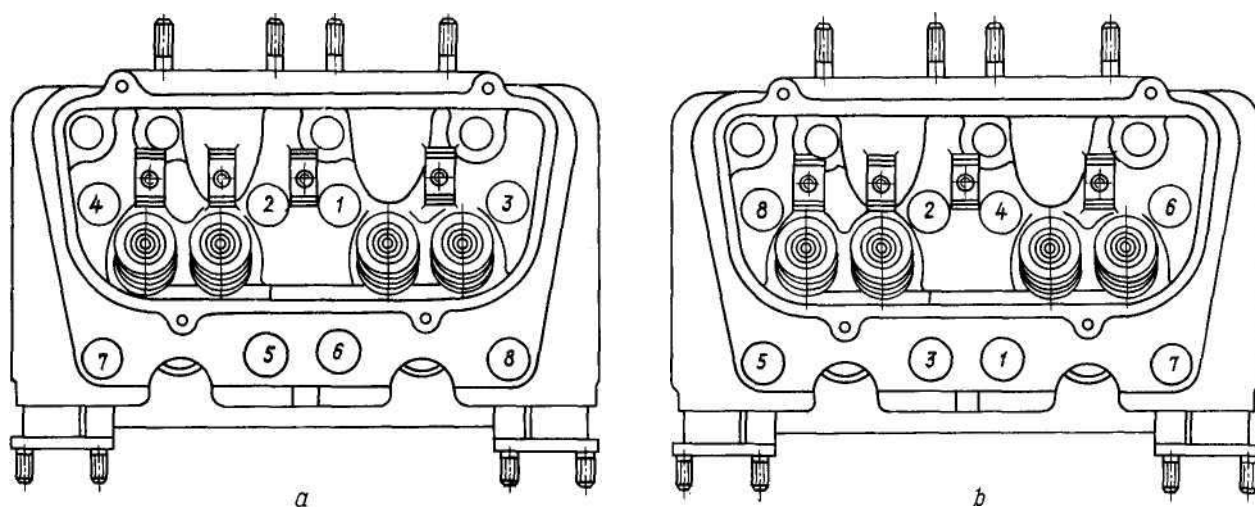

Рис. 55. Порядок затяжки гаек головок цилиндров: **a** — предварительная затяжка (1,6...2 кгс·м); **b** — окончательная затяжка (4...5 кгс·м)
- снимите скобы отвёрткой и затяните гайки крепления головок цилиндров в два приёма: начальный момент 1,6...2 кгс·м и окончательный — 4...5 кгс·м. Последовательность затяжки приведена на рис. 55.